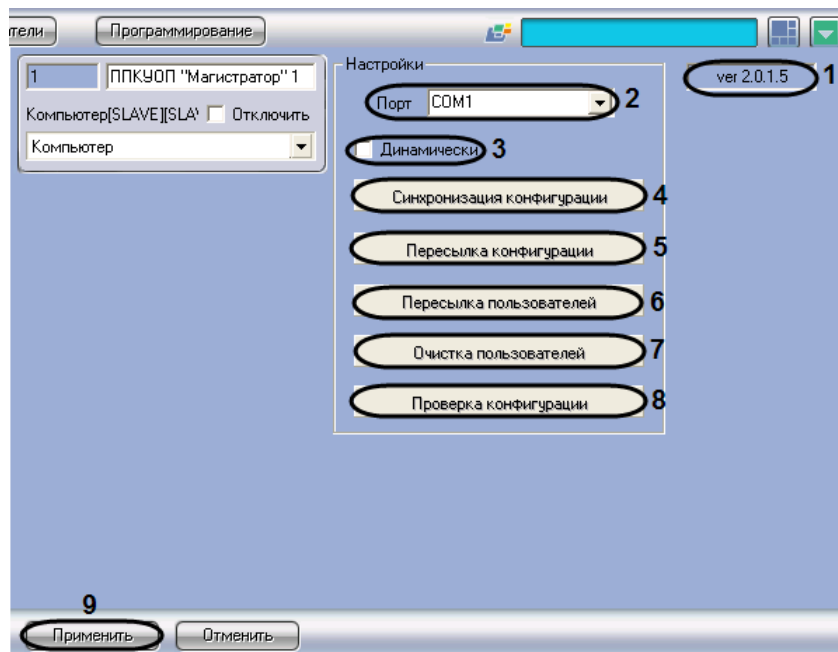

Рис. 3.2-2 Настройка взаимодействия ПК Интеллект с ОПС Магистратор
1. Перейти на панель настройки объекта ППКУОП «Магистратор» (Рис. 3.2-2).
Примечание. В поле 1 (Рис. 3.2-2) отображается версия модуля интеграции Магистратор.
2. Из раскрывающегося списка **Порт** выбрать COM-порт Сервера *Интеллект*, используемый для подключения к прибору *Магистратор* (см. Рис. 3.2-2, 2)
3. Для динамического конфигурирования объектов, дочерних по отношению к данному объекту ППКУОП "**Магистратор**", установить флажок **Динамически** (см. Рис. 3.2-2, 3). Если данный флажок установлен, при сохранении изменений в настройках дочерних объектов автоматически будет выполняться пересылка изменений в оборудование *ОПС Магистратор*.
4. Для чтения конфигурации оборудования, подключенного к прибору *Магистратор*, нажать кнопку **Синхронизация конфигурации** (см. Рис. 3.2-2, 4).
6. Для пересылки настроек объектов, дочерних по отношению к данному объекту **ППКУОП “Магистратор”**, в устройства *ОПС Магистратор* нажать кнопку **Пересылка конфигурации** (см. Рис. 3.2-2, 5)
7. Для пересылки списка пользователей ключей Touch Memory из ПК *Интеллект* в Touch канал *ОПС Магистратор* нажать кнопку **Пересылка пользователей** (см. Рис. 3.2-2, 6)
8. Для очистки списка ключей в Touch канале *ОПС Магистратор* нажать кнопку **Очистка пользователей** (см. Рис. 3.2-2, 7).
9. Для проверки корректности настроек объектов ПК *Интеллект*, связанных с *ОПС Магистратор*, нажать кнопку **Проверка конфигурации** (см. Рис. 3.2-2, 8).
10. Для сохранения внесенных изменений в базе данных ПК *Интеллект* нажать кнопку **Применить** (см. Рис. 3.2-2, 9)